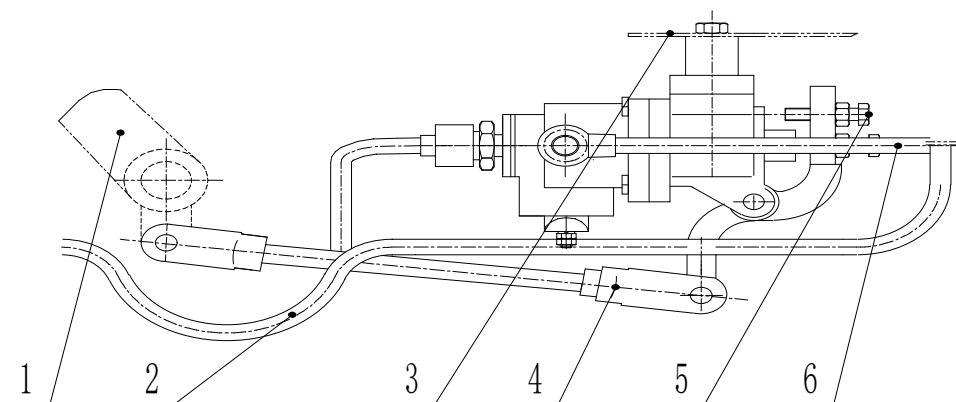

图 10-2 刹车阀总成的调整
3、刹车阀总成：刹车阀总成由螺栓，拉臂、挺杆、上壳、导向套、平衡弹簧、芯壳、阀座、下壳、阀门弹簧、螺塞等组成，见图 10-2。当踏下制动踏板时，刹车阀拉臂压挺杆及平衡弹簧，推动导向套，打开进气阀，储气筒的压缩空气进入制动气室，在压缩空气的作用下，制动气室推杆推动制动臂，使刹车凸轮转动一定角度，撑开刹车蹄片，压向被动鼓，实现制动作用。当放松制动踏板时，切断了储气筒与制动气室的通路，同时，沟通了制动气室与大气的通路而排入大气，在弹簧的作用下，凸轮，推杆，制动蹄片各自回位，制动结束。